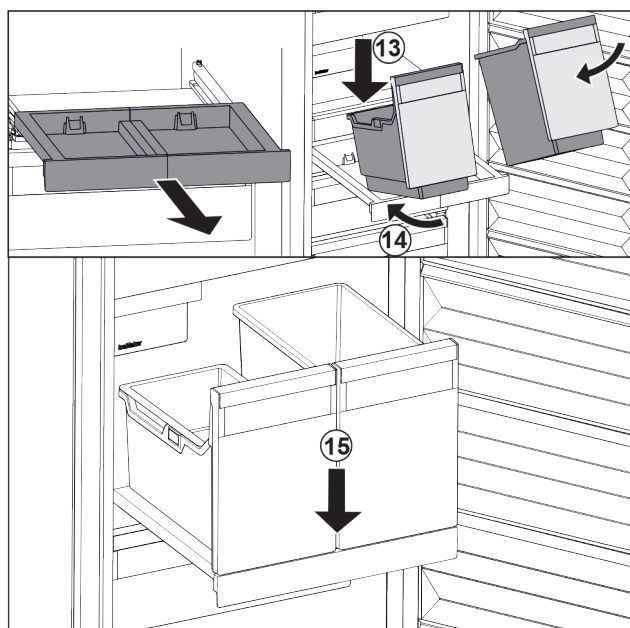

Fig. 129
- ▶ Sæt beholderne skråt på udtrækshylden. Fig. 129 (13)
- ▶ Skub beholderne skråt bagud. Fig. 129 (14)
- ▶ Sæt beholderne ned foran. Fig. 129 (15)